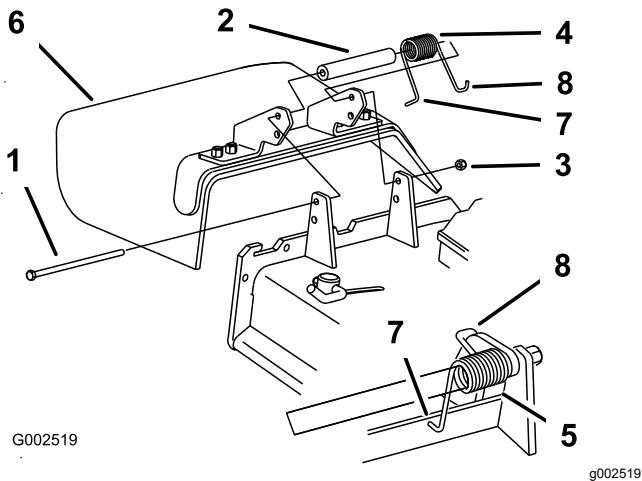

Bild 16
- Nehmen Sie den seitlichen Auswurfkanal vom Mähwerk ab (Bild 16).